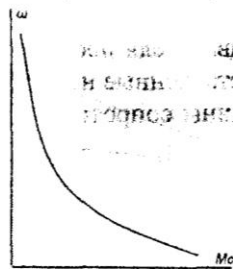

Рис. 40
**1-63.** Регулировочные характеристики двигателя постоянного тока независимого возбуждения (рис. 40) получены при условии: